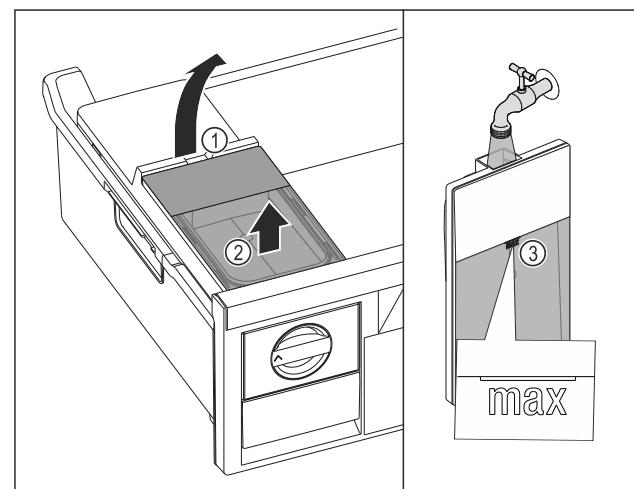

Fig. 113
- Wassertank an der Aussparung Fig. 113 (1) anheben.
- Wassertank nach oben entnehmen. Fig. 113 (2)
- Wassertank bis zur Markierung Fig. 113 (3) mit Trinkwasser befüllen.